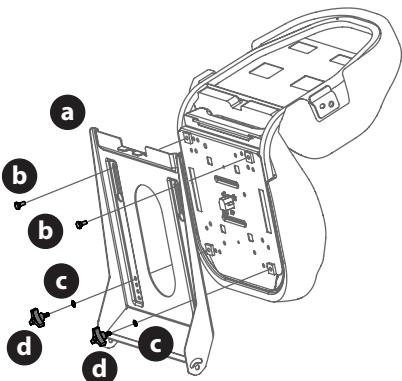

Figura 5
2. Instale el asiento en la bandeja del asiento (a) usando los herrajes proporcionados (Figura 5).
- a. Para el asiento que se ajusta con perillas, inserte los pernos (b) en los orificios traseros y trabe la arandela (c) y las perillas (d) en el frente. Ajuste bien (Figura 5).